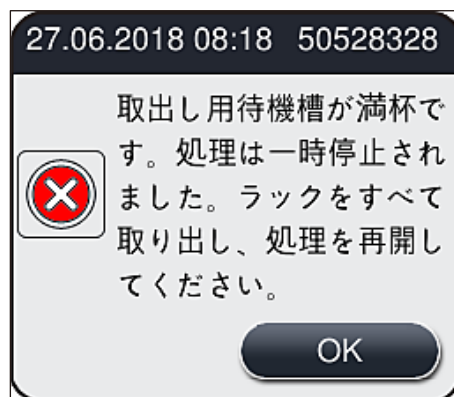

図 76
- 遅くとも、取出し用待機槽が満杯になったことを知らせる警告メッセージ (→ 図 76) が表示されたときは、取出し用待機槽を開き、ラックをすべて取り出す必要があります。このメッセージを無視した場合、装置の故障や試料の損傷を招くことがあります。